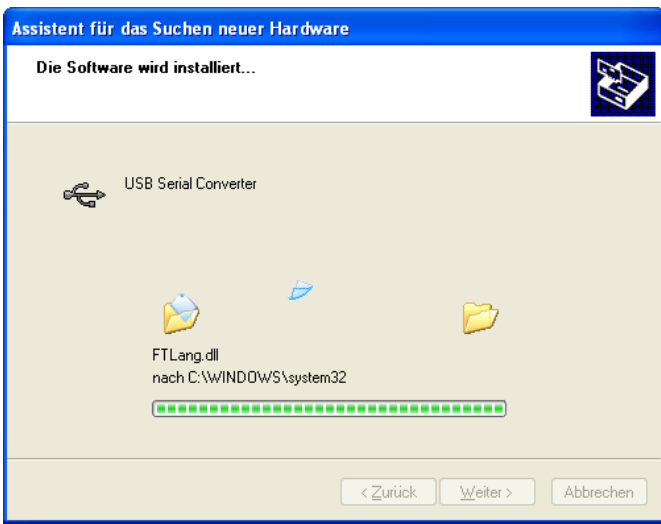

Figure 10.4
- L'écran de la figure 10.4 montre comment Windows XP copie les fichiers de pilotes nécessaires.